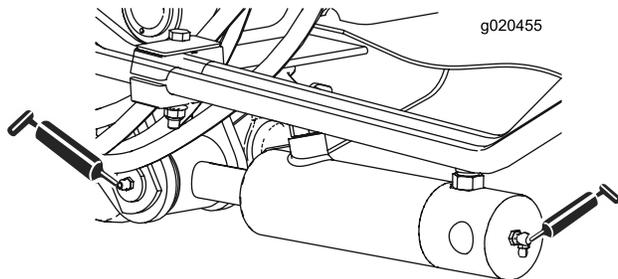

Figure 67
- 2 (de chaque côté) bagues de vérin de bras de levage (Figure 67)